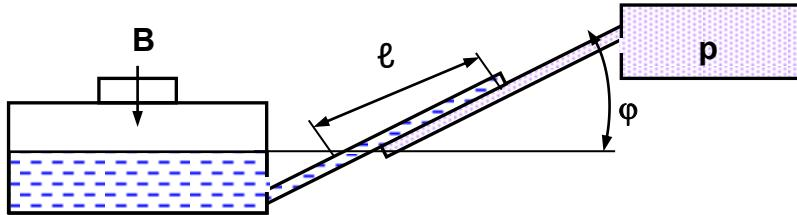

Рис. 1.1. Измерение разрежения тягомером
1.4. Разрежение в газоходе котла измеряется при помощи тягомера с наклонной трубкой (рис. 1.1). Угол наклона трубы $\varphi=30^\circ$. В качестве измерительной жидкости залит керосин с плотностью $0,8 \text{ г}/\text{см}^3$.